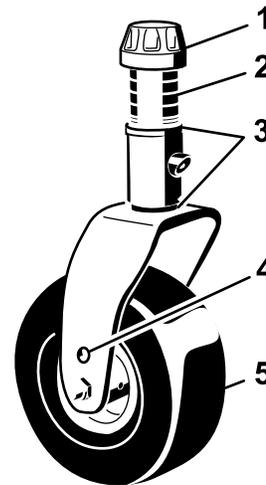
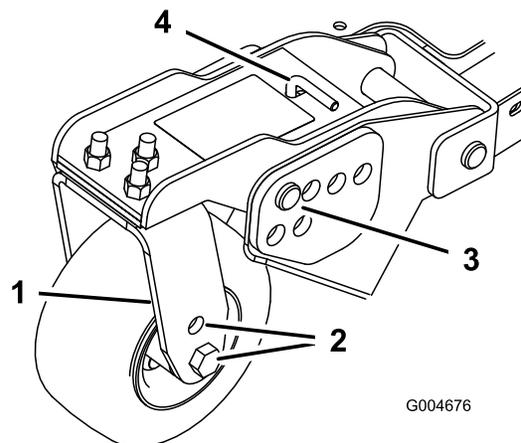

Figura 26
Figura 28
- Coloque os eixos da roda giratória nos mesmos orifícios em todas as forquilhas da roda giratória (Figura 26 e Figura 28).
- Retire a tampa de tensionamento do eixo roscado e desloque o fuso para fora do braço da roda giratória (Figura 26).
- Retire o perno de gancho e os pinos de segurança dos braços articulados da roda giratória (Figura 28).
- Rode a barra tensora para levantar ou descer o braço articulado, até os orifícios se encontrarem alinhados com os orifícios da altura de corte desejados, na estrutura da plataforma do cortador (Figura 28 e Figura 29).